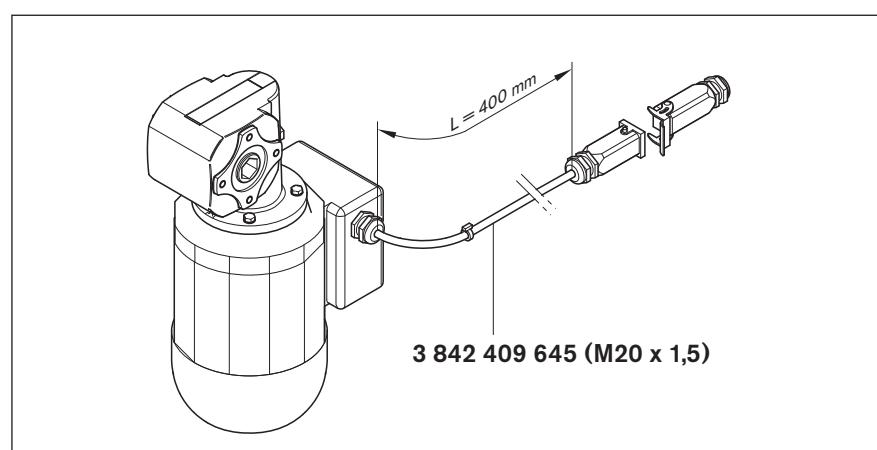

Fig. 10: Bağlantı kablosu seçeneği
- Bağlantı kablosu seçeneği: **3 842 409 645** (M20x1,5), bakınız Fig. 10 Sayfa 21. Ön sigortalamaya dikkat ediniz!